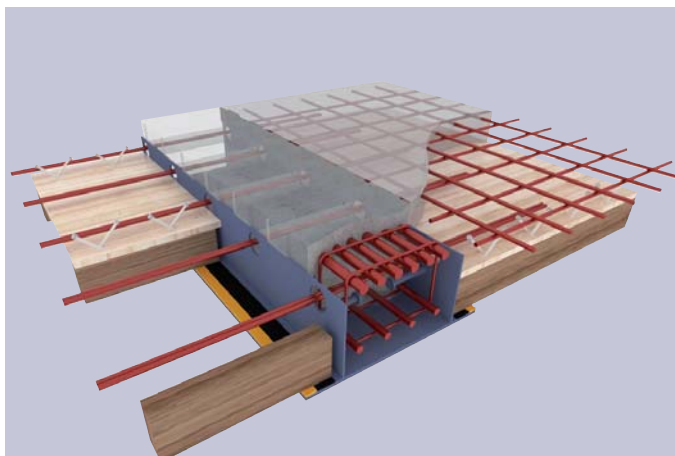

Fig. 31: Planșeu din beton armat și grinzi de lemn, sprijinit pe grinzi PFEIFER-Hybridbeam®
1. Se fixează grinzile de lemn pe aripile de rezemare de la grinzile PFEIFER Hybridbeam, prin șuruburi și corniere sau eclise sudate (fig.31).